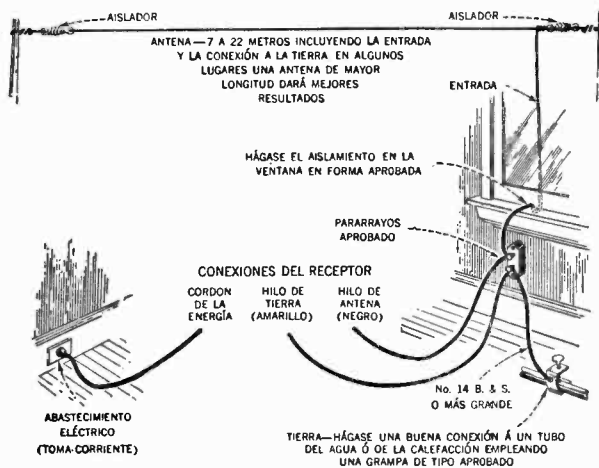

Figura 1
**Conexiones**—La Figura 1 indica las conexiones externas y el sistema de antena que se recomienda. Es indispensable que se obtenga una buena conexión a tierra. Háganse las conexiones con la antena y tierra en la forma que se ilustra.